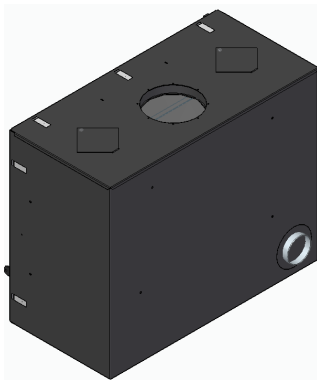

Figura 13 - Ligação ar externo
* O equipamento vem também com uma entrada de ar para combustão tapada por trás, as salamandras Back Box Eco e Back Box Slim Eco apenas têm esta entrada de ar. Caso pretenda efetuar instalação ao ar exterior, terá que partir as micro-juntas das capas e fazer a ligação a uma das opções de entrada de ar, por trás ou por baixo, se optar pela de trás, terá que trocar a tampa, passando para baixo, ver Figura 13.